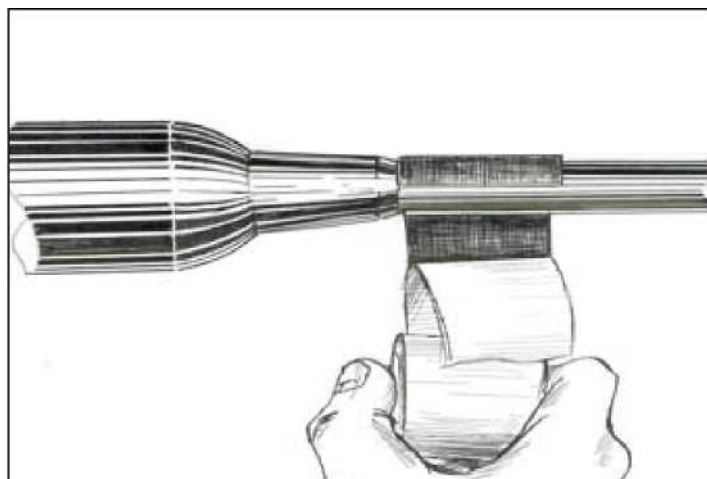

Рисунок 1 - Начало намотки ленты ЛГ-2
3.2. Берут рулон мастики МГ 14-16, разворачивают и на 10-15 мм освобождают от бумаги и накладывают на оболочку кабеля вплотную к торцу конуса клеммного соединителя (Рисунок 1) Делают с натяжением полный оборот ленты и продолжают ее намотку с 50% перекрытием на конус клеммного соединителя и на длину 60 мм цилиндрической части и затем обратно через конус к оболочке кабеля. По мере намотки мастики МГ 14-16, бумажную ленту обрывают.